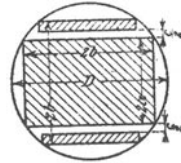

Fig. 150.
290. Bestimme den Eisenquerschnitt und Füllfaktor für $D = 10$ [12] (14) cm, wenn der Querschnitt zwei Spalte von je 0,5 cm Weite erhält (Fig. 150).